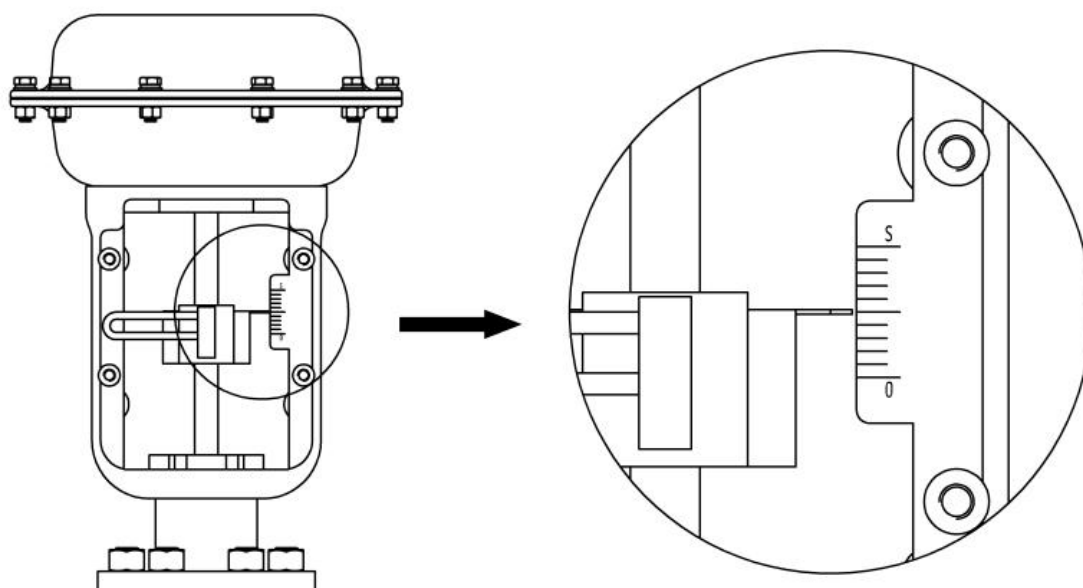

图 19. 阀门行程中点
- 给阀门气缸通气，依据阀门上的行程标尺将阀位调到行程中点，如图 19 所示。